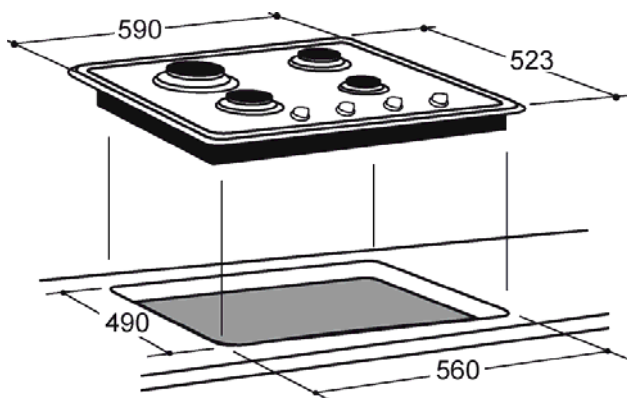

Fig. 7
1. Procédez à la découpe rectangulaire de 490 x 560 [mm] dans le plan de travail. Les dimensions de la découpe sont indiquées dans la Fig. 7.